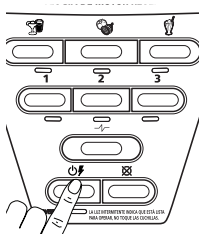

Fig. 19
1. Pressione a tecla  (Fig. 19) para ligar o aparelho. A luz de força piscará indicando que o liquidificador está pronto para ser usado.
7. Pressione o botão  (Fig. 19) para desligar o aparelho.